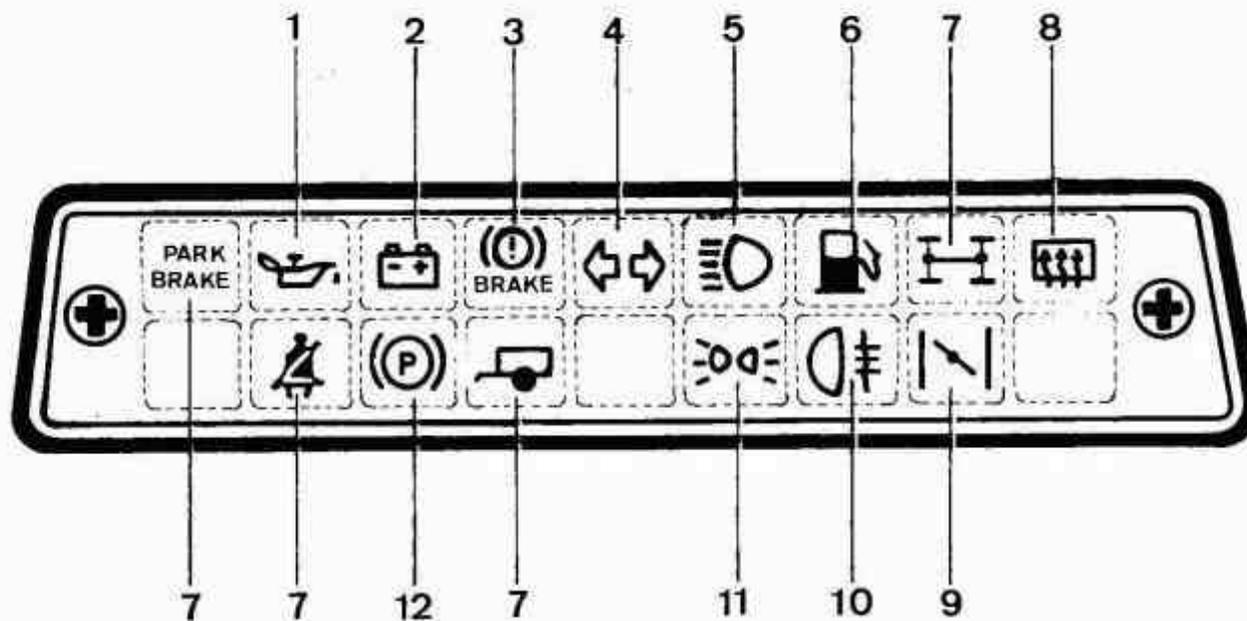
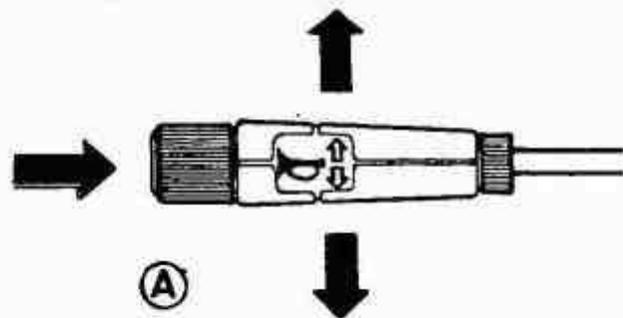
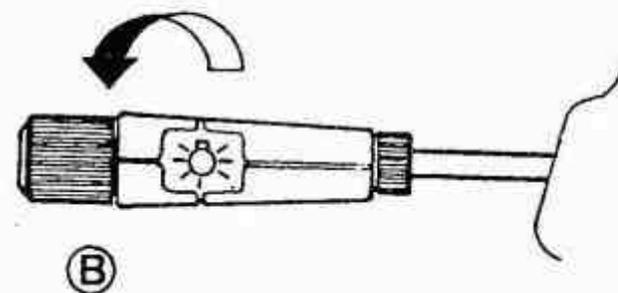

Fig. 39. Señales luminosas de aviso
Fig. 41. Desplazamientos de la palanca para hacer funcionar la intermitencia y el claxon.
Fig. 42. Primer giro para conectar la luz de situación.
Si se aprecia un rápido descenso de la presión de aceite, observe la señal luminosa (1) (Fig. 39). Si ésta se encuentra encendida, detenga inmediatamente el vehículo, pare el motor y póngase en contacto con un servicio SANTANA para que le revisen el sistema de engrase. Si aprecia un descenso rápido de la presión de aceite, pero la señal luminosa (1) permanece apagada, lo más probable es que se trate de un problema en el sistema eléctrico del indicador. Deténgase en el servicio SANTANA más próximo.
- Al colocar la llave de contacto en la posición 2.ª, asegúrese de que se enciende la señal luminosa de aviso (1) (Fig. 39).
SEÑALES LUMINOSAS DE AVISO (Fig. 39)
Se enciende cuando se gira el conmutador de luces a la posición (B) (Fig. 42), indicando que están funcionando las luces de situación, luz de matrícula y luz del tablero de instrumentos.
Al pulsarlo pone en funcionamiento la luneta térmica situada en el cristal de la puerta trasera. La luz de aviso (8) (Fig. 39) señala el funcionamiento de la luneta.
Al pulsarlo pone en funcionamiento el piloto antiniebla trasero. Su luz de aviso (10) (Fig. 39) advierte del funcionamiento.
Con la llave de encendido en la posición (M), baje la palanca para señalar el viraje hacia la izquierda y súbala para señalar el viraje hacia la derecha. La luz de aviso (4) (Fig. 39) indica el funcionamiento de la intermitencia. Una vez finalizado el viraje, la palanca regresará a la posición neutra.
Existen tres posiciones. En la posición (A) (Fig. 41) todas las luces se encuentran apagadas. Girando la palanca en sentido contrario a las agujas del reloj, segunda posición (B) (Fig. 42) se encienden las luces de situación, matrícula, cuentakilómetros e indicadores. Al mismo tiempo también se enciende la señal luminosa de aviso (11) (Fig. 39), situada en el panel de instrumentos.
Al seleccionar la luz «larga», se enciende la señal luminosa de aviso (5) (Fig. 39), situada en el panel de instrumentos, indicando así el funcionamiento de este alumbrado.